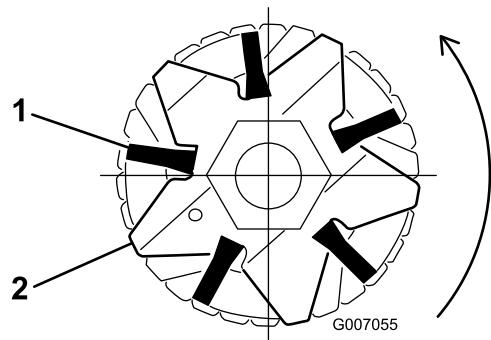
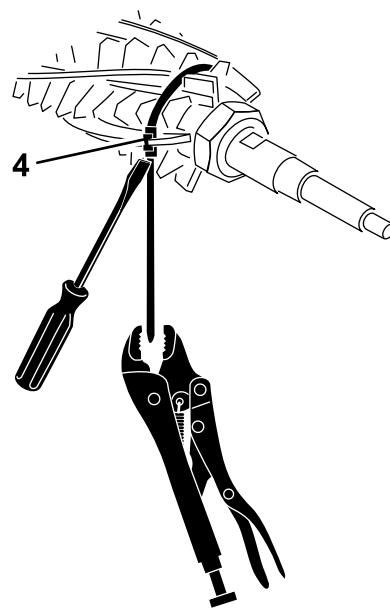

図 22
図 23
2. ブラシがグルーマ刃のスロットにきちんと入っていることを確認する図 22と図 23。
3. 図 23 に示すように、グルーマリールのシャフトとブラシにストラップを巻きつけ、ブラシについている溝にストラップを入れる 図 22。
**注** ブルーマのブラシが刃のスロットに正しく嵌まっていない場合には、グルーマシャフトの両端についているグルーマ刃の固定ナットをゆるめ、ブルーマブラシの位置を正しく刃のスロットに調整しなおしてからグルーマ刃の固定ナットを締め付ける 図 23。
4. ドライバをストラップバックルに押し付けながら、ストラップを万力プライヤでしっかりと握ってきつく引っ張ってブラシの溝に固定する 図 23。
5. バックルから 6.5mm 程度のところでストラップを切断し、余った部分はバックルに折り込む 図 23。